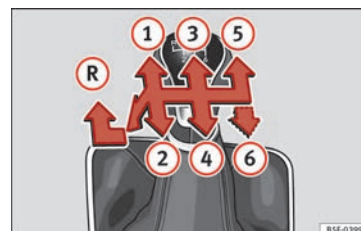

Fig. 44 Esquema de un cambio manual de 5 marchas o bien de 6 marchas.
En la palanca de cambios se indican las posiciones de las marchas » **fig. 44.**
- Con la palanca de cambios en punto muerto, presiónela hacia abajo, muévala a la izquierda hasta el final y después hacia delante para seleccionar la marcha atrás » fig. 44 (R).